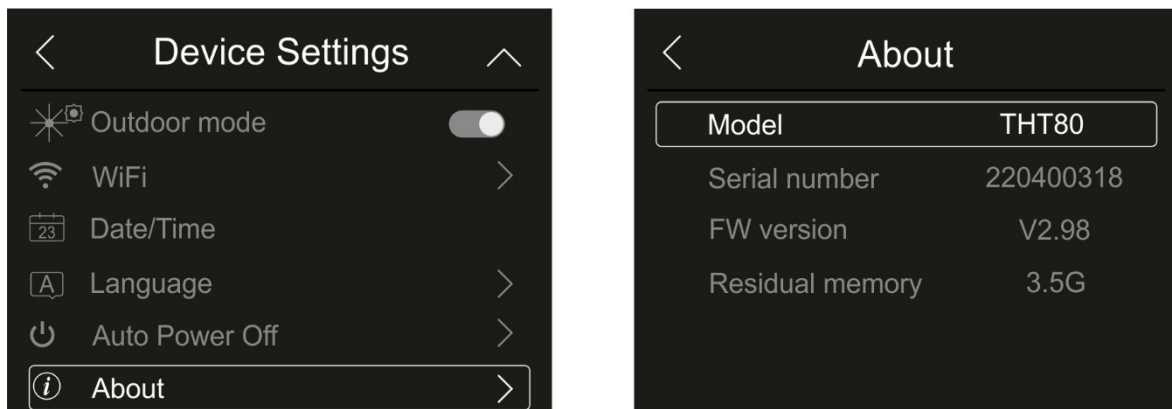

Abb. 22: Informationen über das Gerät
- Berühren Sie "About", um die Informationen über Modell, Seriennummer, interne Firmware-Version und verfügbarer Restspeicher des Geräts zu erfahren. Die Bildschirmseite in der Abb. 22 – rechte Seite erscheint im Display: